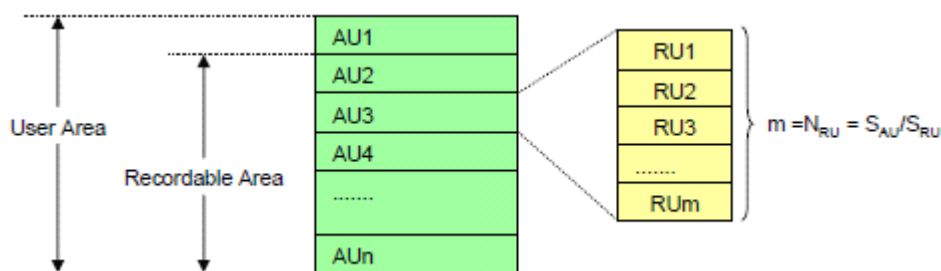

图 4-8: 定义, 分配单元 (AU)
用户区分为单元称为“分配单元（AU）”（参见图 4-8）。每张卡都有自己固定的 AU 尺寸（SAU）和最大 AU 大小定义取决于存储卡的容量。主机应该管理与 AU 数据区。从 AU1 几
4.13.2 记录单位 (RU)
每 499 分为单元称为“记录单位 (RU)” (参见图 4-8)。尺寸方案 (SRU) 应当有一个或多个簇大小的 SD 文件系统规格指定。在 RUS 的 AU (N_{RU}) 计算, SAU/SRU 。